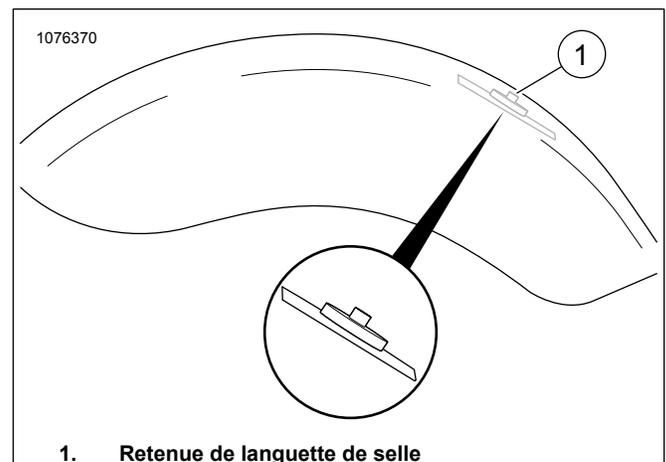

Figure 2. Fixation avec ruban
Voir Figure 2. Fixer avec du ruban adhésif la pièce de retenue de la languette de selle (1) à l'endroit où l'écrou de retenue de la selle a été déposé.